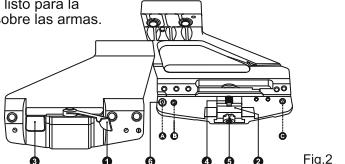

Fig.2
- Drehen Sie die Sperrlinke (1) gegen UZS bis zum Anschlag (die Position "offen") um (s. Abb. 2).
- Montieren Sie die Schiene mit dem Fixierwinkel (2) an den speziellen Laufaufgenen des Karabiners.
- Drehen Sie die Sperrlinke (1) mit der kreisförmigen Bewegung UZS um zum Anschlag um. Die Position „aus“ wird nach dem Klick der Sperrlinke (1) über den Verriegelungsmechanismus (3) festgestellt.
- Lösen Sie den Fixierwinkel (2) zur Seite der Feder (4) bis zum Anschlag;
- Den Fixierwinkel (2) in der gelösten Position einbehaltend, passen Sie die Spannung des Verriegelungsmechanismus;
- Bei der Luft des Schwenkkarmes an der Waffe drehen Sie die Schraubenmuttern (5) im UZS.
- Ziehen Sie die Anschlagschraube (6) in eine der drei Lagen (A/B/C) fest und bringen Sie Fixierungsfüssigkeit an die Schraube. Die Lage der Anschlagschraube hängt von der Konstruktion der Waffenmontage. Zur Installation des Zielfernrohrs auf das Gewehr, befolgen Sie die Anweisungen im vorhergehenden Kapitel.